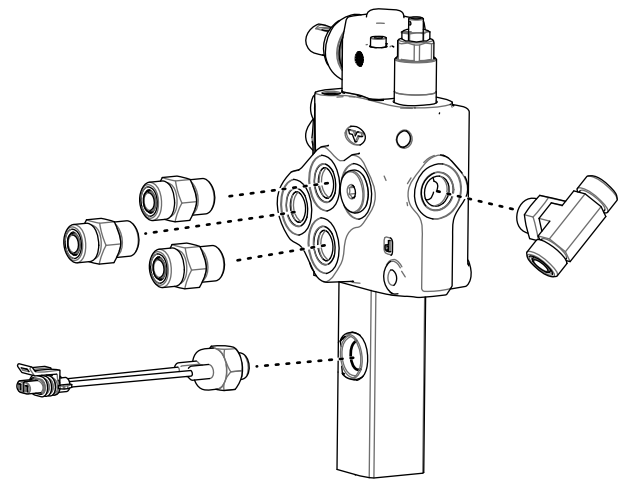

Bild 12
1. Nehmen Sie die drei geraden Anschlussstücke an der Seite des Ventils ab (Bild 12).
2. Nehmen Sie das T-Anschlussstück hinten am Ventil ab (Bild 12).
3. Nehmen Sie den Kugelschalter von der Seite des Hilfsventils ab (Bild 12).